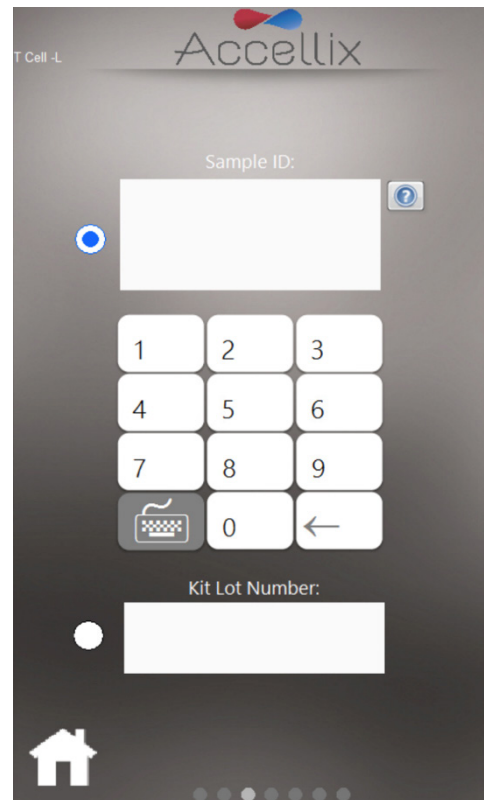

Abbildung 38: Bildschirm „Enter Sample ID“ (Proben-ID eingeben) mit und ohne „Kit Lot Number“ (Kit-Chargennummer)
6. Geben Sie auf dem Bildschirm **Enter Sample ID** (Proben-ID eingeben) (Abbildung 38) die Proben-ID über den Nummernblock auf dem Bildschirm, über eine externe Tastatur oder einen Barcode-Scanner ein. Die Proben-ID wird dann auf allen nachfolgenden Bildschirmen des Assay-Laufs angezeigt.
Hinweis: Bei einer optionalen Konfiguration der Software muss der Benutzer auch eine „Kit Lot Number“ (Kit-Chargennummer) eingeben. (Siehe das Bild auf der rechten Seite von Abbildung 38.)